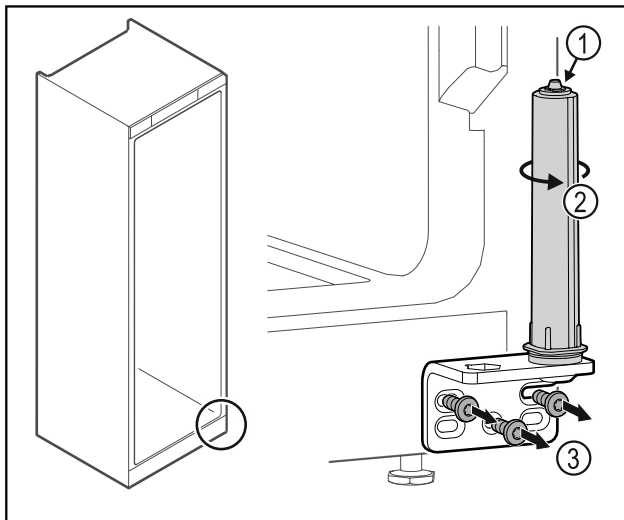

Fig. 25
- ▶ Türschließsystem nicht zerlegen Fig. 25 (1).
- ▶ Schließsystem Fig. 25 (2) drehen, bis es klickt.
- ▶ Scharnierwinkel Fig. 25 (3) abschrauben.